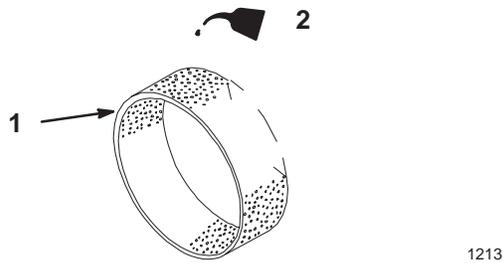

Figure 18
- C. Imbiber l'élément de 30 à 60 ml (1-2 oz.) d'huile (Fig. 18). Presser l'élément pour bien répartir l'huile.